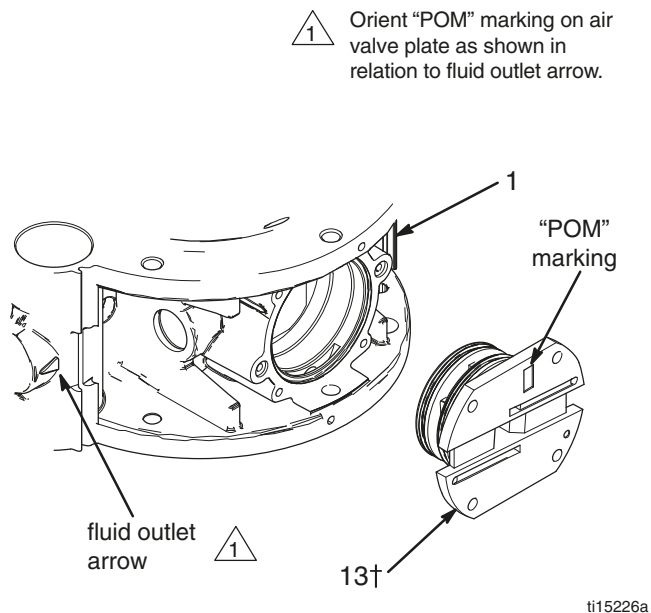
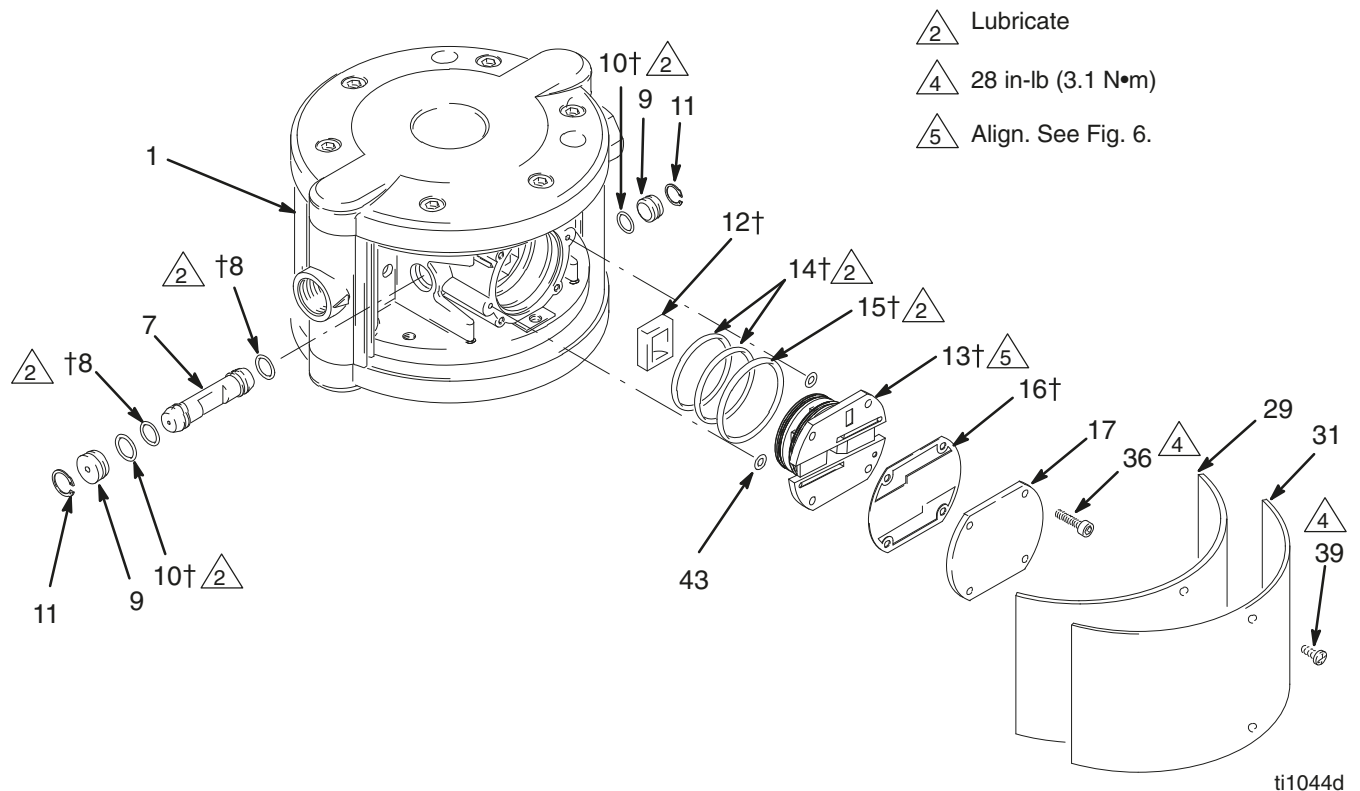

图 6
图 7
1. 卸下侧覆盖件 (31) 和毛毡阻尼器 (29)。
2. 卸下 4 个螺丝 (36)、空气阀盖 (17) 和垫圈 (16)。见图 7。
3. 见图 6。注意空气阀板 (13) 的方向与流体出口箭头一致，标记为 “POM”。将空气阀板从中央壳体 (1) 拉出。将空气阀板上的 3 个 O 形圈 (14, 15) 和 2 个 O 形圈 (43) 卸下。见图 7。
4. 将空气阀杯 (12) 从中央壳体 (1) 卸下。
5. 将两侧扣环 (11) 及插塞 (9) 卸下，将支架 (7) 从中央壳体 (1) 滑出。从支架和插塞卸下 O 形圈 (8, 10)。
1. 润滑 O 形圈 (8†)，并将其安装在支架上 (7)。将支架推入中央壳体 (1)，以便凹口如图 7 所示正面向外。
2. 润滑每个 O 形圈 (10†)，并将它们安装在插塞 (9) 上。在支架 (7) 每侧插入一个插塞，以将其固定。安装扣环 (11) 以固定这些零部件。
3. 将空气阀杯 (12†) 安装在支架 (7) 的凹口上，以便让开口侧正面向外。
4. 在空气马达的镗孔上安装两个 O 形圈 (43)。
5. 润滑一个大的 O 形圈 (15†) 和两个小的 O 形圈 (14†)，并将它们安装在空气阀板 (13†) 上。如图 6 所示，将阀板上的点与中央壳体 (1) 上的箭头对齐。将阀板安装到壳体中。
7. 重新安装空气阀盖 (17) 和螺丝 (36)。拧紧螺丝，使扭矩达到 28 英尺-磅 (3.1 牛·米)。
9. 重新安装毛毡阻尼器 (29) 和侧覆盖件 (31)。参见第 14 页。